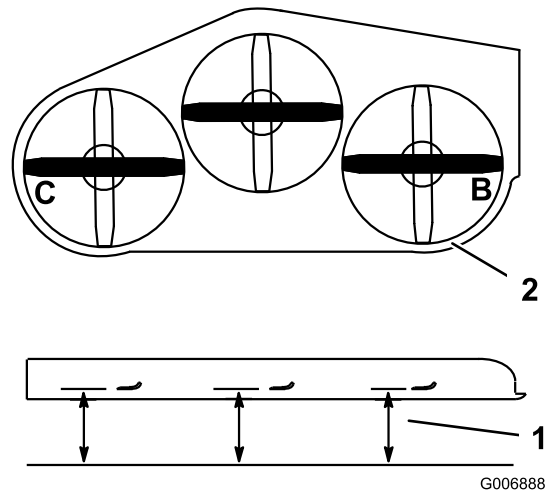

Bild 80
1. Stellen Sie das **rechte** Schnittmesser seitlich (Bild 80).
2. Messen Sie das rechte Messer an der Stelle **B** von einer ebenen Oberfläche bis zur Schnittkante der Messer (Bild 80).
4. Stellen Sie das linke Schnittmesser seitlich (Bild 80).
5. Messen Sie das linke Messer an der Stelle **C** (Bild 80) von einer ebenen Oberfläche bis zur Schnittkante der Messer.